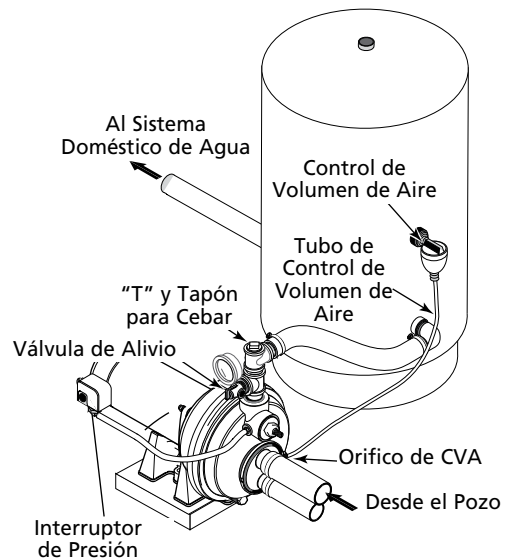

Figura 11 – Conexiones para Tanque Estándar
### CONEXIÓN PARA TANQUE ESTÁNDAR (Figura 11)
4. Retire el tapón de la tubería de 1/8" de NPT del orificio del Control de Volumen de Aire (CVA) de la bomba (Vea Figura 11). Instale una tubería desde el orificio de CVA de la bomba hacia el orificio en el CVA montado en el tanque. Vea mayores detalles en las instrucciones incluidas con el tanque y en el CVA.